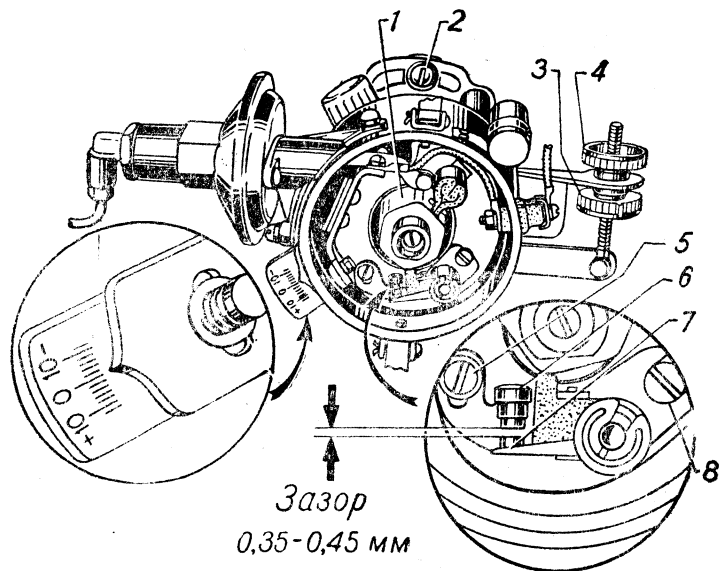

Рис. 23. Распределитель зажигания.
ровки зазора (вращая вал двигателя пусковой рукояткой) установите кулачок прерывателя в положение, при котором контакты прерывателя максимально раздвинуты. Для изменения зазора ослабьте винт 5 (рис. 23), крепящий пластину с неподвижным контактом прерывателя, и, вращая эксцентриковый винт 8, установите по щупу требуемый зазор. После установки правильного зазора заверните до отказа стопорный винт 5.
5. Снимите крышку распределителя и убедитесь, что ротор стоит против внутреннего его электрода, соединенного с проводом, идущим к свече первого цилиндра. Гайками 3 и 4 (см. рис. 23) поставьте октан-корректор на нуль.